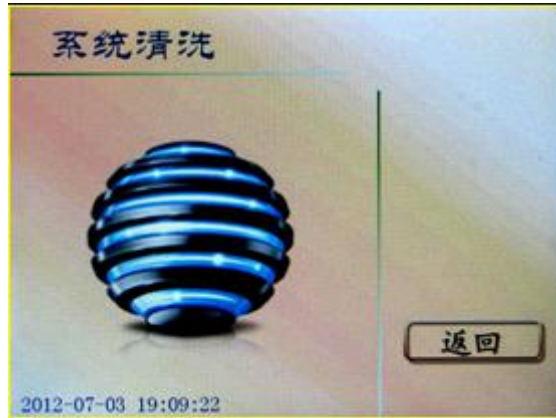

图 6 系统清洗页面
3. 在图5所示页面下，打开油样测定暗室盖，用手轻轻拨动油杯盘，使废液杯位孔偏离滴定位置。取一只油杯放入废液杯位孔内，按 **系统清洗** 键系统将自动进行萃取和中和管路的清洗，废液杯将承接清洗废液。系统清洗页面如图6所示。